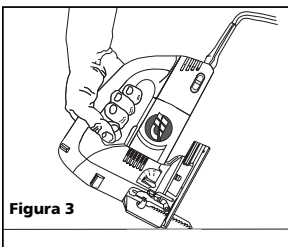

Figura 3
- Toque el pie de la sierra sobre la pieza de trabajo dejando la hoja bien por encima del material (Figura 3).